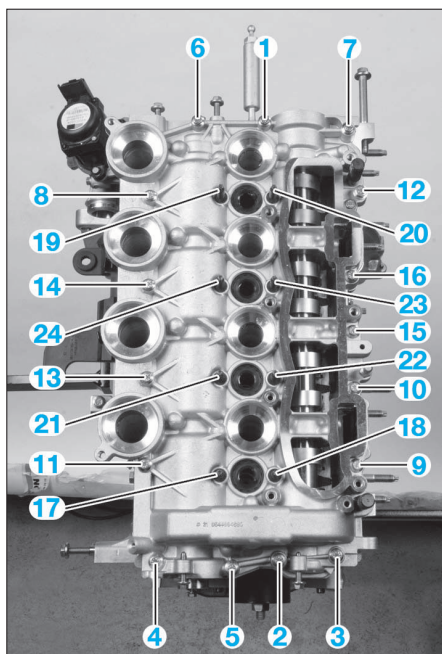

FIG. 75
- les vis de fixations du carter supérieur d'arbres à cames dans l'ordre indiqué (Fig.75).